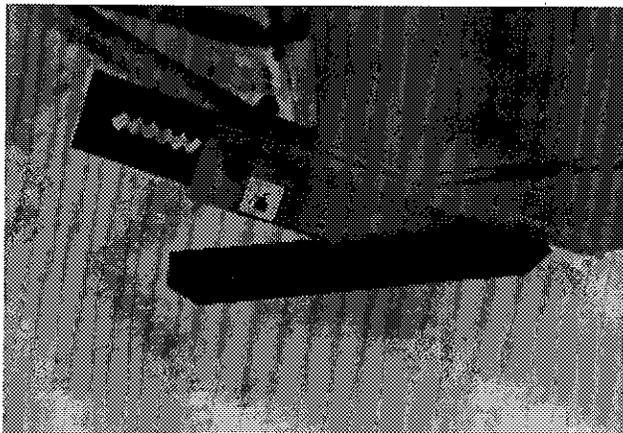

Figure 26
- 5) Faire l'ajustement des patins ajustables selon les conditions du terrain où vous utilisez la souffeuse (Fig. 26).